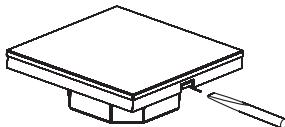

Рисунок 3. Снятие лицевой панели.
- 3.5. Отсоедините лицевую панель от корпуса, аккуратно поддав ее плоской отверткой (Рис. 3).